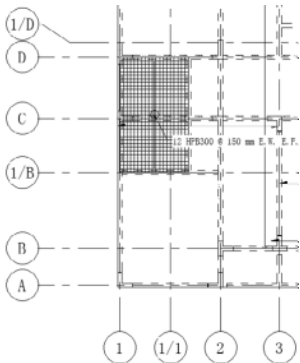

图 13-103 卫生间钢筋网 (1)
(6) 单击“修改|创建钢筋边界”选项卡“模式”面板中的“完成编辑模式”按钮，完成卫生间处楼板钢筋网的创建，如图 13-103 所示。